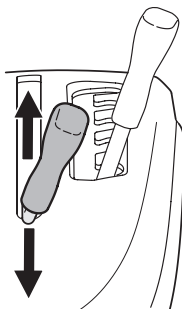

Figura 20
2. Empuje la palanca de PTO (Acople de Cuchillas) hacia adelante hasta la posición acoplada (ON). Consulte la Figura 20.